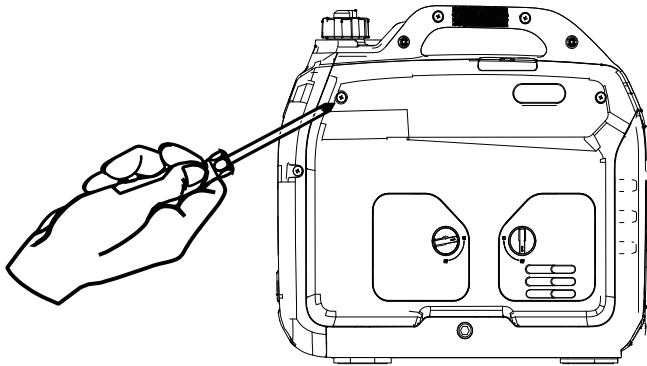

Figure 1: Panneau d'entretien du moteur
1. Desserrez la vis et retirez le panneau de service du bouchon de remplissage/vidange d'huile moteur pour accéder au bouchon de remplissage/vidange d'huile (voir Figure 1).